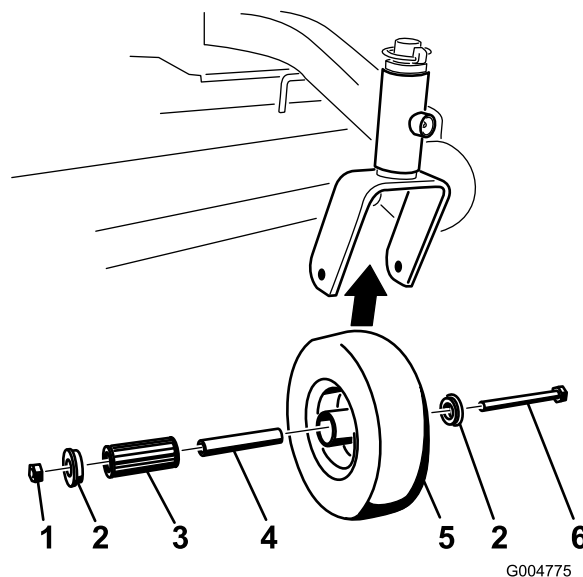

Figure 59
1. Enlevez le contre-écrou et le boulon de fixation de la roue pivotante à la chape (Figure 59).
2. Enlevez une bague, puis sortez la douille pour clé et le roulement à rouleaux du moyeu de roue (Figure 59).
3. Enlevez l'autre bague du moyeu, puis nettoyez la graisse et les saletés éventuellement présentes dans le moyeu (Figure 59).
4. Examinez l'usure du roulement à rouleaux, des bagues, de la douille pour clé et de l'intérieur du moyeu. Remplacez les pièces endommagées ou usées (Figure 59).
5. Pour le remontage, placez une bague dans le moyeu de la roue. Lubrifiez le roulement à rouleaux et la douille pour clé, et insérez-les dans le moyeu. Mettez la deuxième bague dans le moyeu (Figure 59).
6. Montez la roue pivotante dans la chape à l'aide du boulon et du contre-écrou. Serrez le contre-écrou jusqu'à ce que la base de la douille pour clé soit en appui contre l'intérieur de la chape (Figure 59).